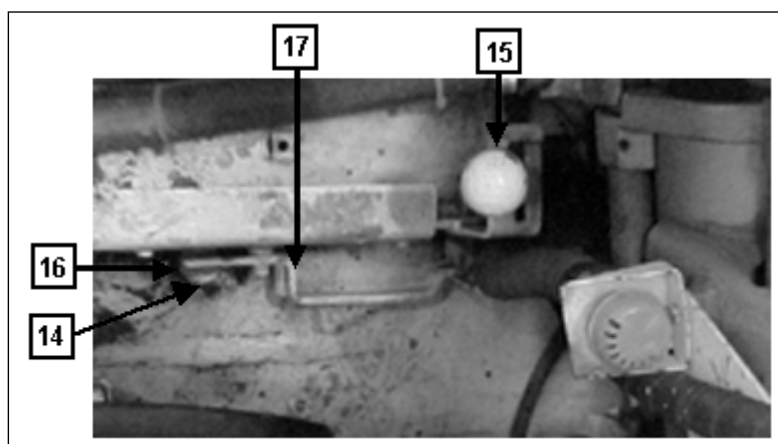

Fig 8-8. Alavanca da válvula de dreno
(13) Verificar os níveis de óleo do motor e da transmissão, assegurando que as tampas e varetas estão seguras.
(14) Desligar o motor.
(15) Verificar se há obstruções bloqueando o retorno do êmbolo da válvula de dreno do chassi(14).(Fig 8-8)
(16) Puxar a alavanca da válvula do dreno(15) para frente e, em seguida, empurrar para baixo até parar, fechando o dreno(16).(Fig 8-8)
(17) Verificar se a válvula de dreno do compartimento do motor(17) está aberta, caso positivo, fechá-la.